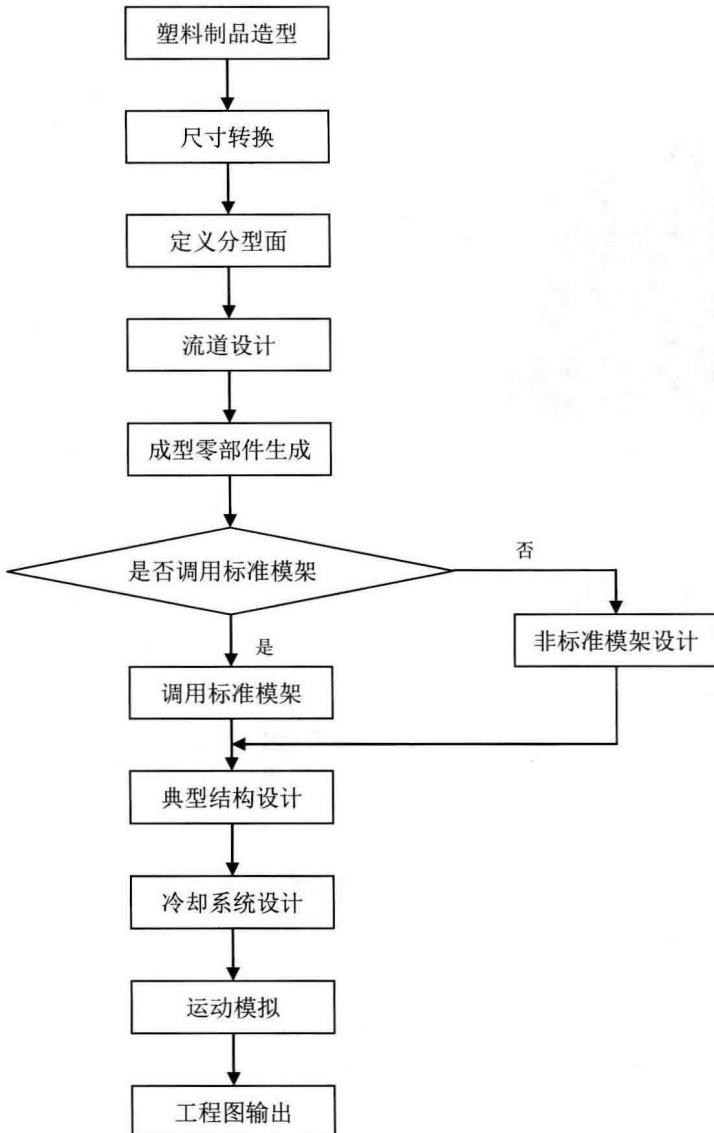

图 1-8 模具结构详细设计流程图
(1) 制品的造型。可直接采用通用的三维造型软件。
(2) 根据注射制品采用专家系统进行模具概念的设计。专家系统包括模具结构设计、模具制造工艺规划、模具价格估计等模块。在专家系统的推理过程中，采用基于知识与实例相结合的推理方法，推理的结果是注射工艺和模具的初步方案。方案设计包括型腔数目与布置、浇口类型、模架类型、脱模方式和抽芯方式等。其过程如图 1-8 所示的模具结构详细设计流程图。
(3) 在模具初步方案确定后,用 CAE 软件进行流动、保压、冷却和翘曲分析,以确定合适的浇注系统、冷却系统等。如果分析结果不能满足生产要求,那么可根据用户的要求修改注射制品的结构或修改模具的设计方案。